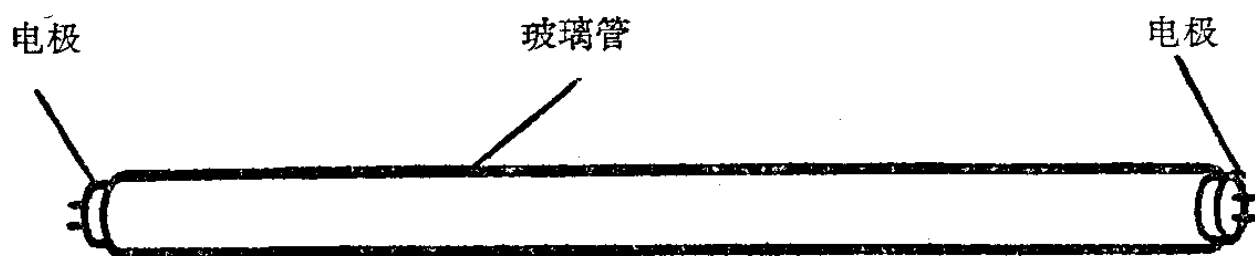

图 4-16
1. 灯管: 日光灯灯管是一根长玻璃管, 如图 4-16, 在玻璃管两端有两个电极。电极是由一个鎢絲繞成的阴极与两根触須形的阳极两部分构成。玻璃管内涂有螢光物质的化学品, 管子两端各包有銅头, 管内沒有空气, 充有少量的氩气和小滴水銀。当电极接上电后, 由于氩气与水銀蒸气作用, 产生电弧电流。电弧的作用是使管内涂的螢光物质吸收热量, 放出大量的可見光来。灯光的顏色有好多种, 最多的是青光和白光。灯管长度也有 60 吋、48 吋、36 吋……等数种, 可按需要选择。